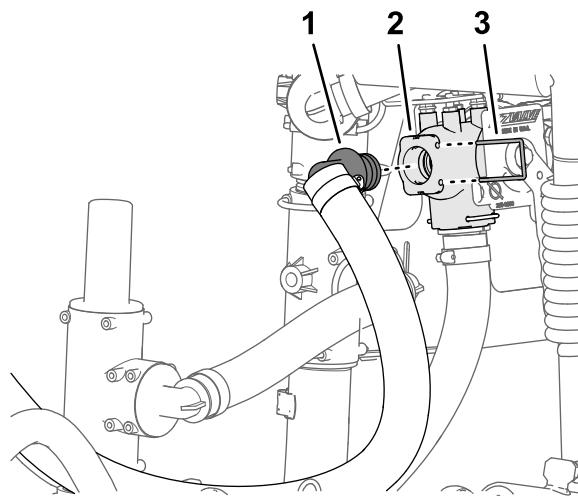

Figure 32
3. Placez le raccord à 90° cannelé du flexible d'alimentation du mélangeur dans l'orifice inférieur de la vanne de coupure du mélangeur (Figure 32).
- 4. Fixez le raccord cannelé à la vanne de coupure avec un étrier (Figure 32).